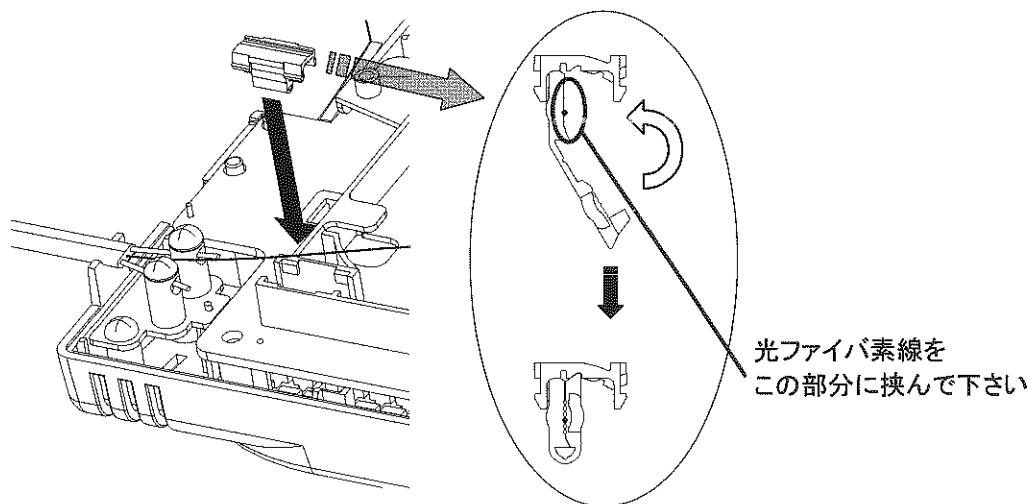

図 4-13 光ファイバケーブルの固定
① センタ側ケーブルの光ファイバ素線を光ファイバ固定クリップ(付属品⑦)にて固定します。
本製品付属の光ファイバ固定クリップ(付属品⑦)で、ドロップケーブル側の光ファイバ素線を図 4-13 に示す位置に挟んで、スプライストレイに固定します。
このとき、クリップを取り付ける向きに注意して下さい。(図 4-13 参照)
・ 光ファイバ素線は光ファイバ固定クリップ所定の位置に挟んで下さい。(図 4-13 参照)